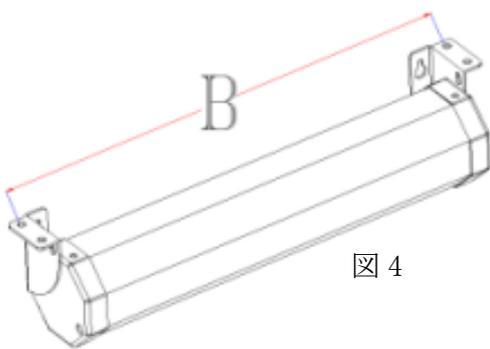

図 4
1. 巻き尺等を使用して、両エンドキャップの上部にある穴の間の距離 B(図 4)を測ります。ネジを挿入する天井の 4 カ所にマークを付け、穴を開けます。